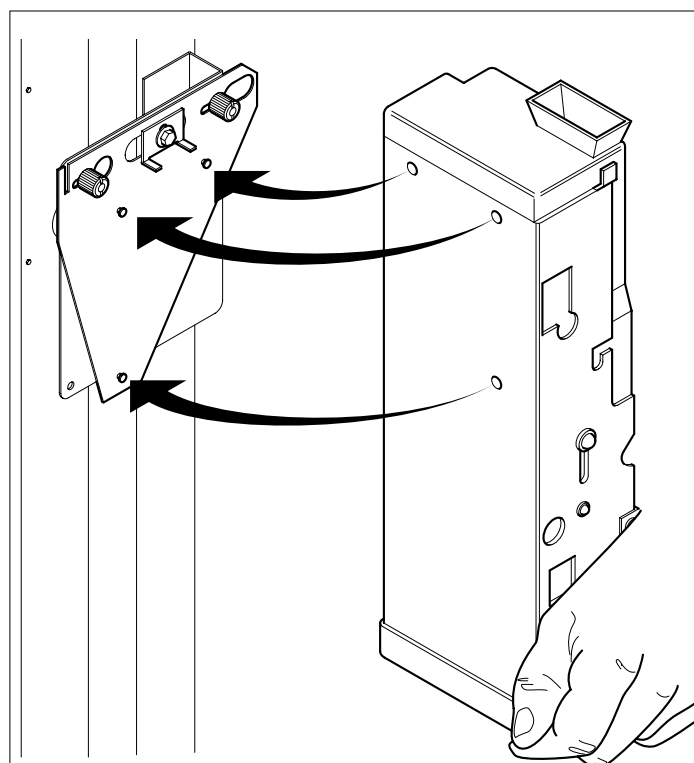

Fig. 6.13
- agganciare la gettoniera alla staffa di sostegno (Fig.6.13)